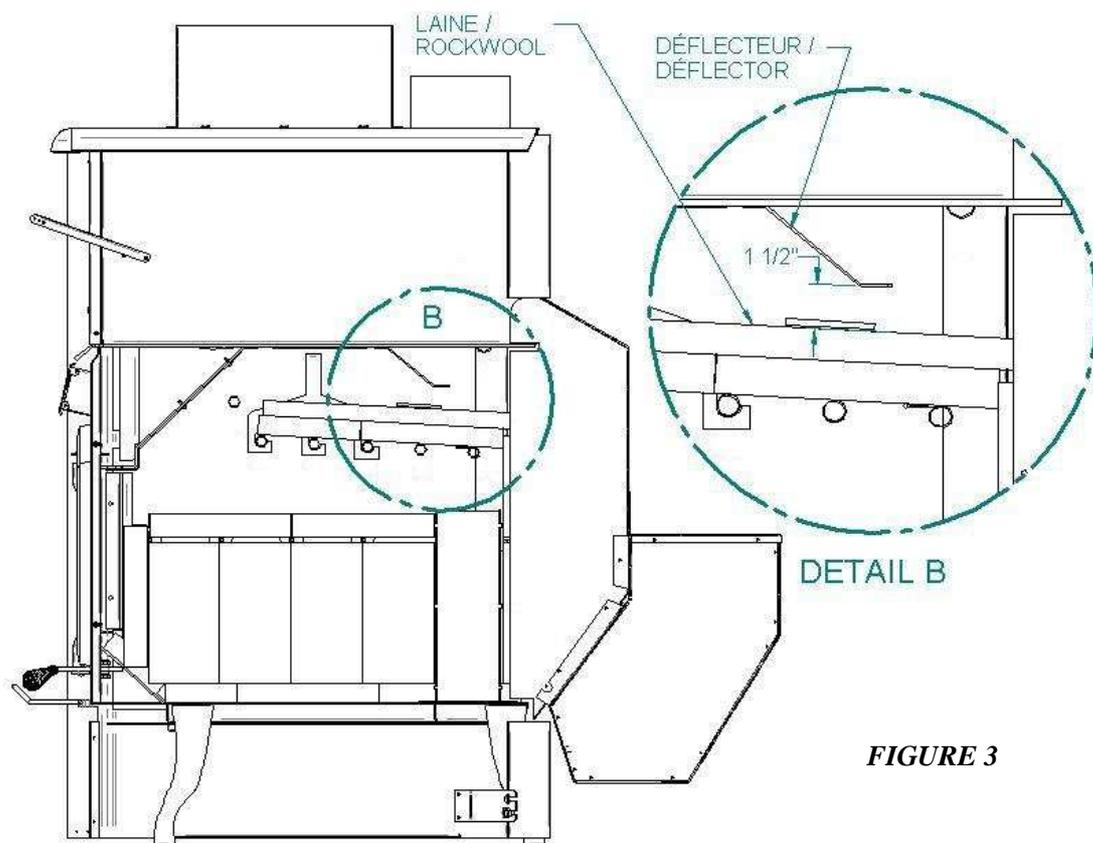

FIGURE 3
****IMPORTANT****- VÉRIFIER que la laine n'obstrue pas l'espace restante entre le déflecteur et la laine. ****** (voir fig.3)